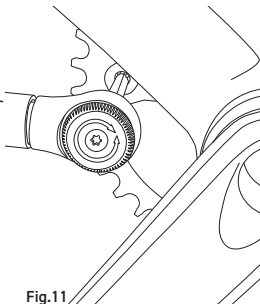

Fig.11
- Serrer les avec une clé dynamométrique à **8 Nm (71 in.lbs)** pour Ekar et à **10 Nm (88 in.lbs)** pour Ekar GT (Fig. 11).